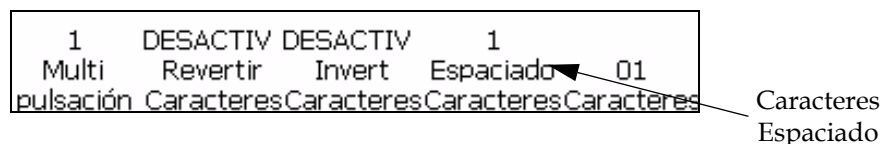

Figura 5-14: Marco <01 Caracteres>
- 2 Comience en el marco <01 Caracteres> (01 Edición > 02 Edición - Caracteres Ajuste > 01 Caracteres). Consulte la Figura 5-14.